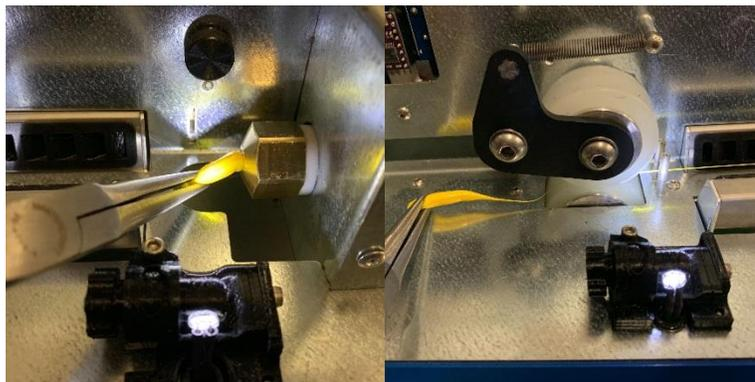

Figura 15: Uso de pinzas o alicates para alimentar el filamento desde la boquilla hasta las ruedas del extractor.
3. Una vez que haya alcanzado la temperatura de extrusión, escuchará un timbre y un mensaje en la pantalla de la interfaz de usuario de su ProtoCycler que dice "Filamento listo". En este momento, ahora puede usar pinzas o alicates de punta fina para alimentar el plástico desde la boquilla entre y a través de las ruedas de extracción. **¡Ten cuidado! - La boquilla está extremadamente caliente en este punto de la secuencia de inicio; Siga las pautas de seguridad para evitar lesiones o daños personales. ¡Asegúrese de haber enganchado el resorte loco de la rueda del extractor! Consulte la Figura 15 como referencia.** Una vez que el filamento se haya tirado correctamente a través de las ruedas del extractor, seleccione "Filament Ready" en el D-pad para confirmar a ProtoCycler que puede comenzar a estabilizarse. Tenga en cuenta que, por motivos de seguridad, hay una función de tiempo de espera de 2 minutos, y si no selecciona "Filamento listo" dentro de este tiempo, ProtoCycler comenzará a enfriarse automáticamente.
11. Utilice pinzas o alicates de punta fina para alimentar el plástico desde la boquilla entre las ruedas del extractor y a través de ellas. **¡Ten cuidado!** - La boquilla está extremadamente caliente en este punto de la secuencia de inicio; Siga las pautas de seguridad para evitar lesiones o daños personales.. **¡Asegúrese de haber enganchado el resorte de la rueda loca de la rueda extractora! Consulte la Figura 15 como referencia.**